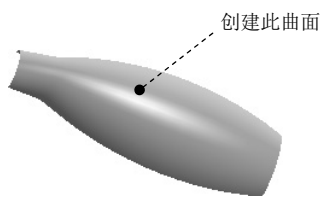

图 6.15.11 边界-曲面 1
Step10. 创建如图 6.15.11 所示的边界-曲面 1。